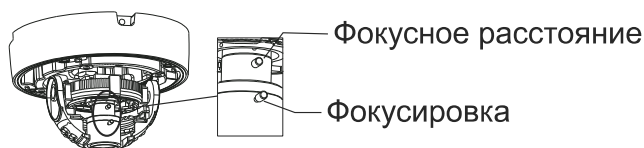

Рис. 5.6. Регулировка фокусного расстояния и фокусировки
6. Настройте фокусное расстояние и фокусировку регулировочными винтами, чтобы получить оптимальное изображение (Рис. 5.6).